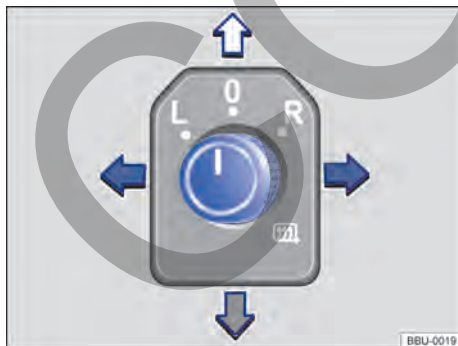

Fig. 93 En la puerta del conductor: mando giratorio de los retrovisores exteriores.
- Gire el mando situado en la puerta del conductor hasta el símbolo deseado → fig. 93.